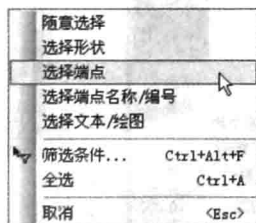
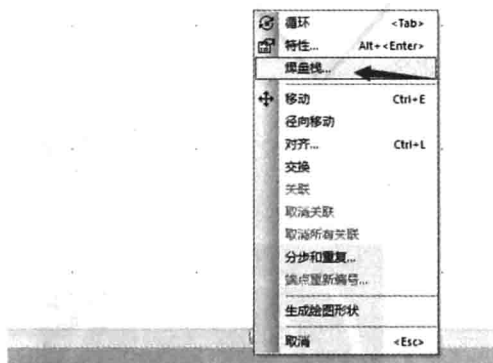

图 4-46 【选择端点】命令
图 4-47 【焊盘栈】命令
(1) 在 PCB 空白处单击鼠标右键，在弹出的对话框中选择【选择端点】命令，如图 4-46 所示。然后选中 2 个端点后，单击鼠标右键，在弹出的快捷菜单中选择【焊盘栈】命令，如图 4-47 所示。